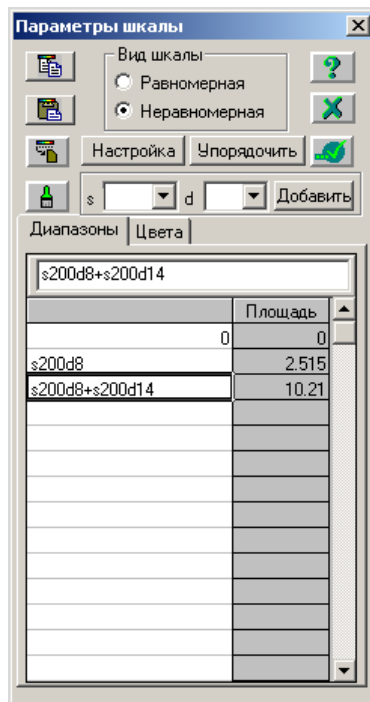

Рис.2.4.12. Окно диалога **Параметры шкалы** (после редактирования)
- удалите следующие строки  $s_{200d12}$ ,  $s_{200d14}$ ,  $s_{200d16}$  (рис.2.4.12);